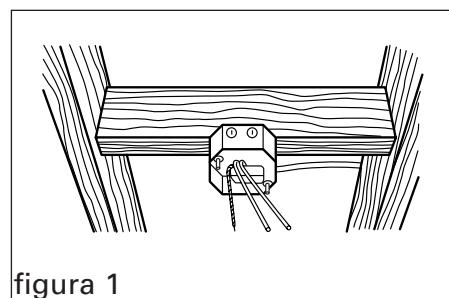

figura 1
1. Hale el cable dentro de la caja de empalme y sujetelo con abrazadera usando el conector provisto (figura 1).